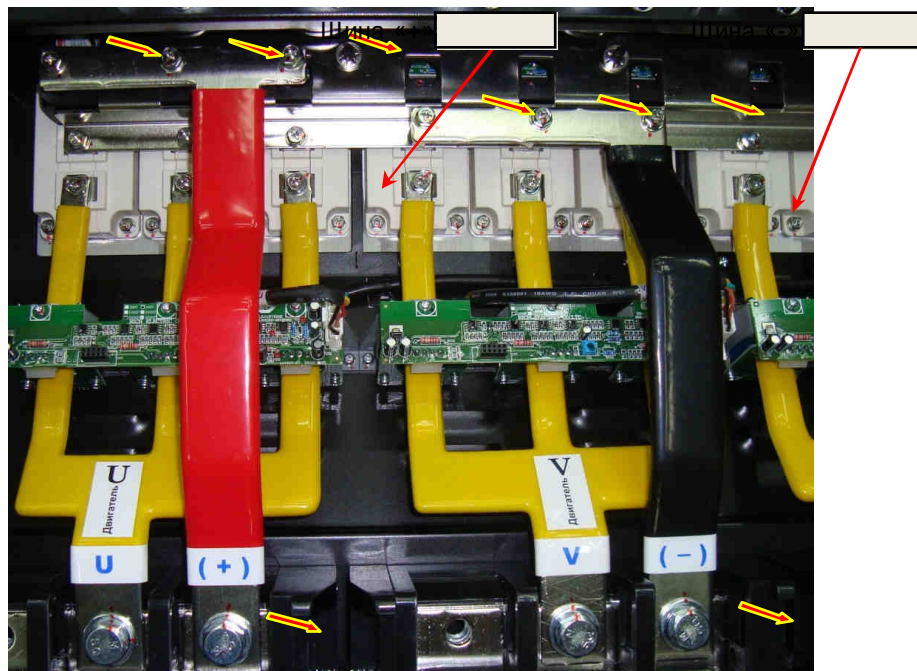

Рис. 7.31.
7.13.7. Установить выходные шины «+» «-» звена постоянного тока, вкрутив 6 винтов крепления к шестигранным стойкам и 3 болта силовой клеммной колодки (рис. 7.31).